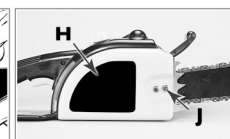

Fig. 3E
3. Installer le carter du pignon d'entraînement (H). Poser le carter par-dessus les deux boulons du guide. Visser les deux écrous de blocage (J) DE MANIÈRE A POUVOIR LES DESSERRER A LA MAIN. (Voir Fig. 3E)